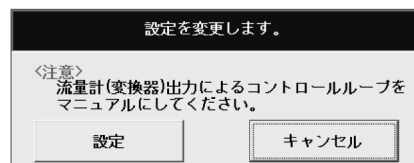

図34
- ④ 全て入力が完了したら「設定」ボタンをクリックします。クリックすると図34のようなメッセージボックスが現れます。